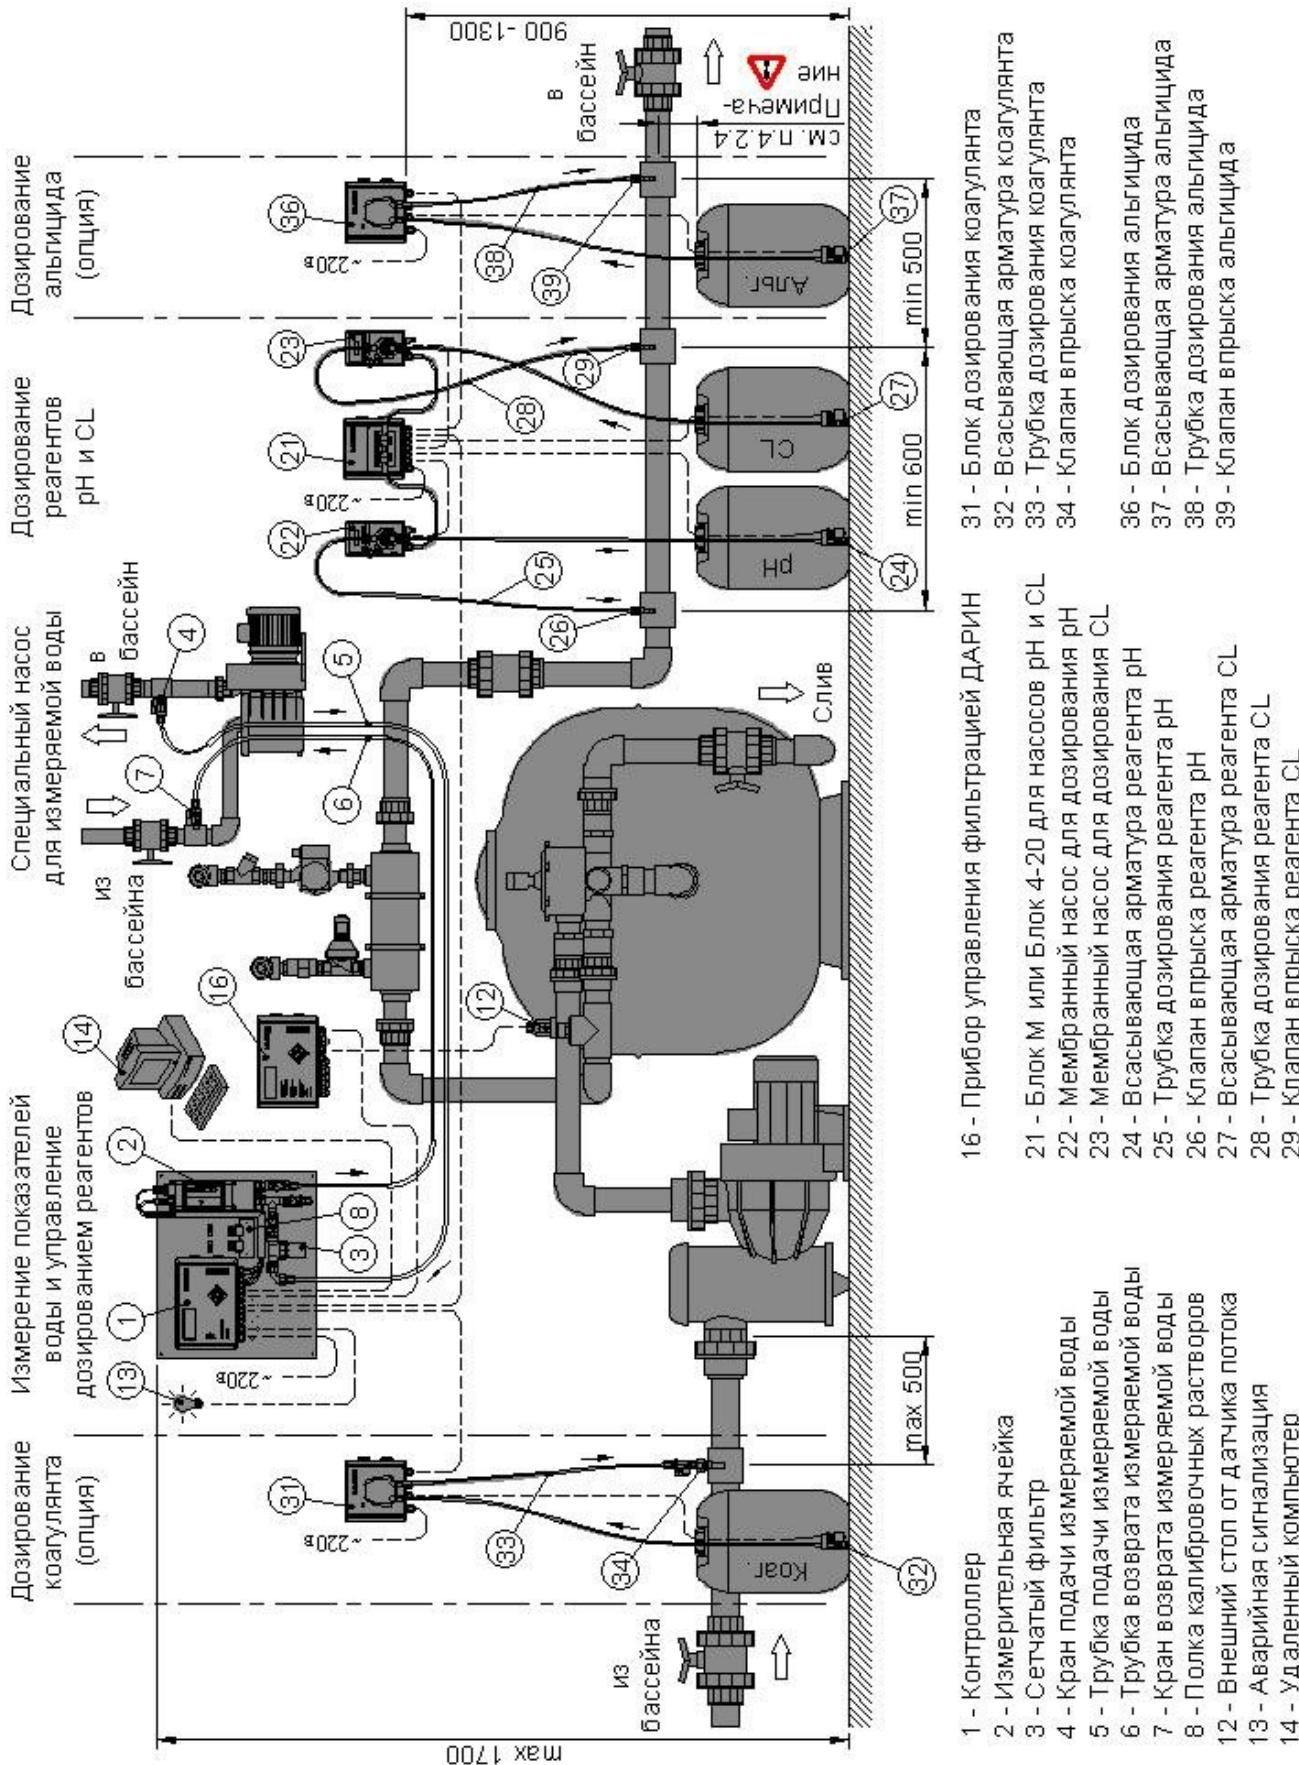

РИС.2 Схема размещения комплекта оборудования "Кристалл М" или "Кристалл 4-20" с опциями коагуланта и алгидицида
На рис.1 изображен монтаж системы «Кристалл П» с дополнительной опцией измерения температуры и отбором воды для измерений из трубопровода фильтрации, а на рис.2 – монтаж системы «Кристалл М» или «Кристалл 4-20» с дополнительными опциями дозирования коагулянта и альгицида и с отбором воды для измерений непосредственно из ванны бассейна с использованием специального насоса.
Установленные в ячейке измерительные электроды, омываемые измеряемой водой, формируют электрические сигналы, по которым контроллер определяет текущие значения показателей воды (pH, Rx, CL) и, в свою очередь, исходя из этих значений, формирует управляющие команды для дозирующих насосов pH и CL. Эти управляющие команды поступают, в зависимости от комплектации, либо, как это изображено на рис.1, в «Блок П» (20) со встроенными перистальтическими насосами pH и CL, либо, как это изображено на рис.2, в «Блок М» (21), который управляет внешними мембранными насосами pH (22) и CL (23).